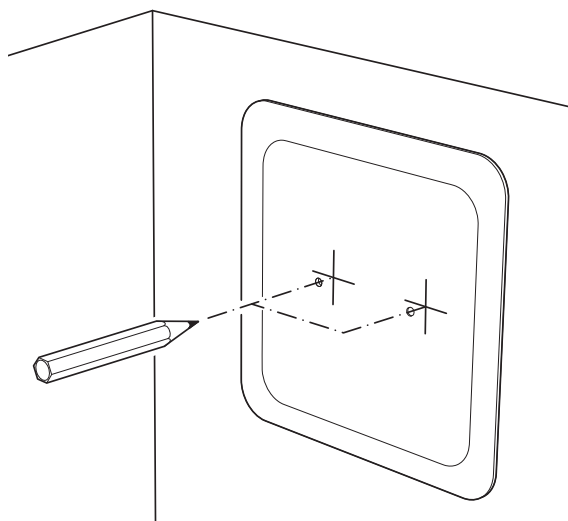

Figura 16
- Con una matita segnare le due posizioni per le viti per legno a testa tonda (Figura 16).